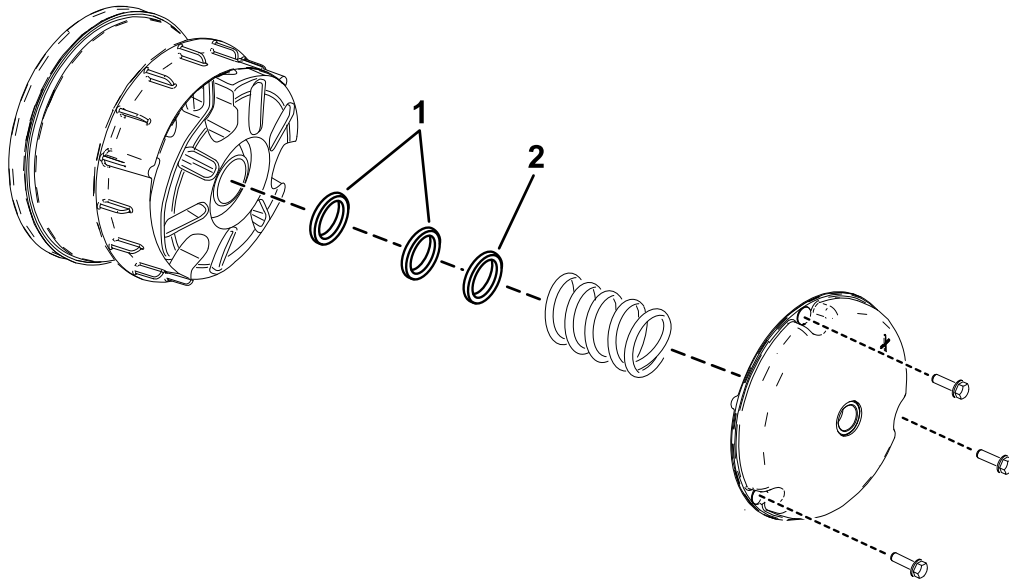

Bild 6
1. Entfernen Sie die Schrauben, mit denen die Abdeckung der Hauptkupplung befestigt ist, wie in Bild 6 abgebildet.